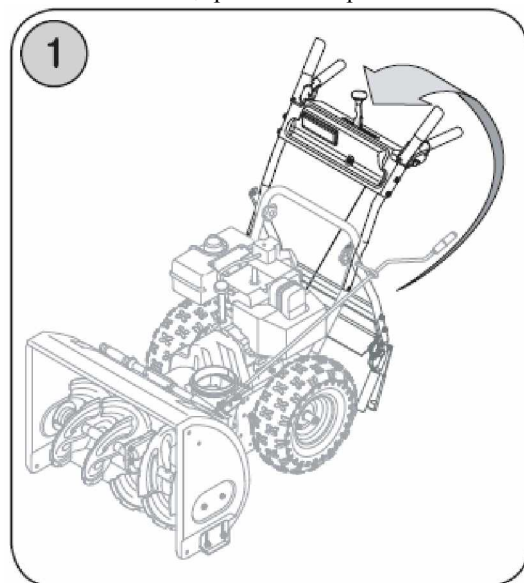

Рис. 1.1.
- a. Поднимите вверх и переместите к снегоуборщику верхнюю часть рукоятки управления, см. Рис. 1-1, 1-2. Совместите верхнюю часть и нижнюю часть рукоятки управления.